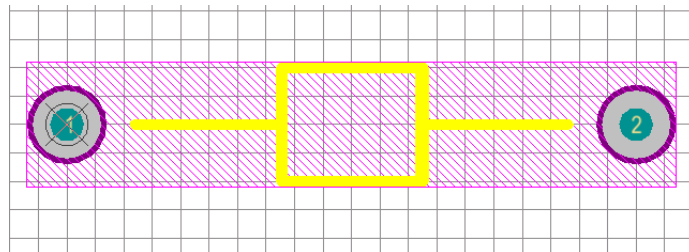

Рис. 3.9
9) Створіть спрощену 3D модель корпусу діода, висотою 2 мм, аналогічно до пунктів 10-13 створення мікросхеми. Результат зображений на рис. 3.9.